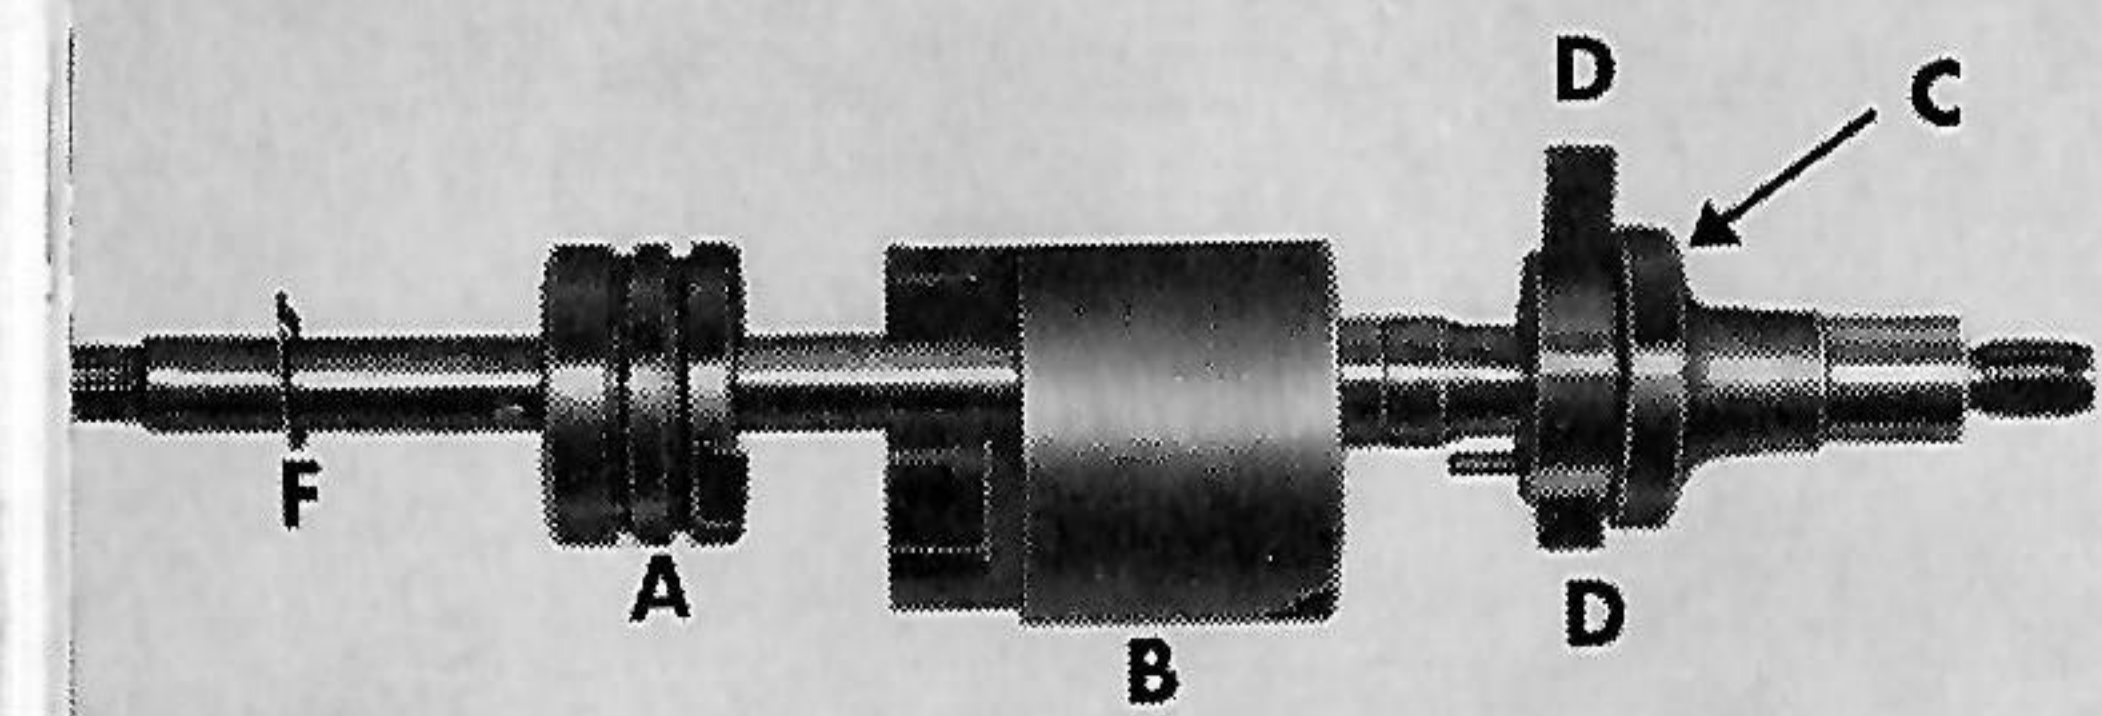

Bild 63
Der montagemäßige Aufbau der Fußschaltwelle ist auf Bild 63 dargestellt. Im Klinkenträger (C) befinden sich die beiden Schaltklinken (D) mit Feder. Über diese greift die Schaltglocke (B) und oberhalb der Schaltglocke befindet sich der Klinkenabweiser (A) mit Rückholfeder. Das Ganze wird durch den Seegerring (F) gehalten. Bei Schäden an der Fußschaltwelle sind komplette Austauschwellen lieferbar, jedoch kann auch die Rückholfeder als Einzelteil bezogen werden (Bild 63).